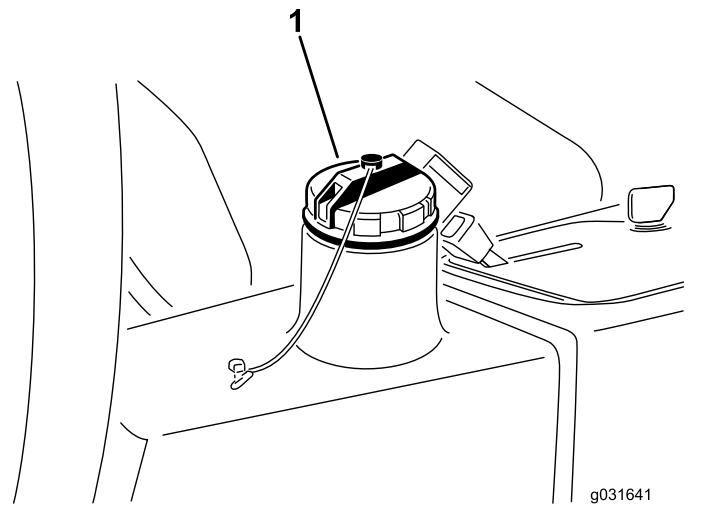

図 67
4. 油圧オイルタンク 図 67 に約 13.2 リットルの油圧オイルを入れる 油圧作動液の仕様 \(ページ 49\) と 油圧オイルの量を点検する \(ページ 49\) を参照。